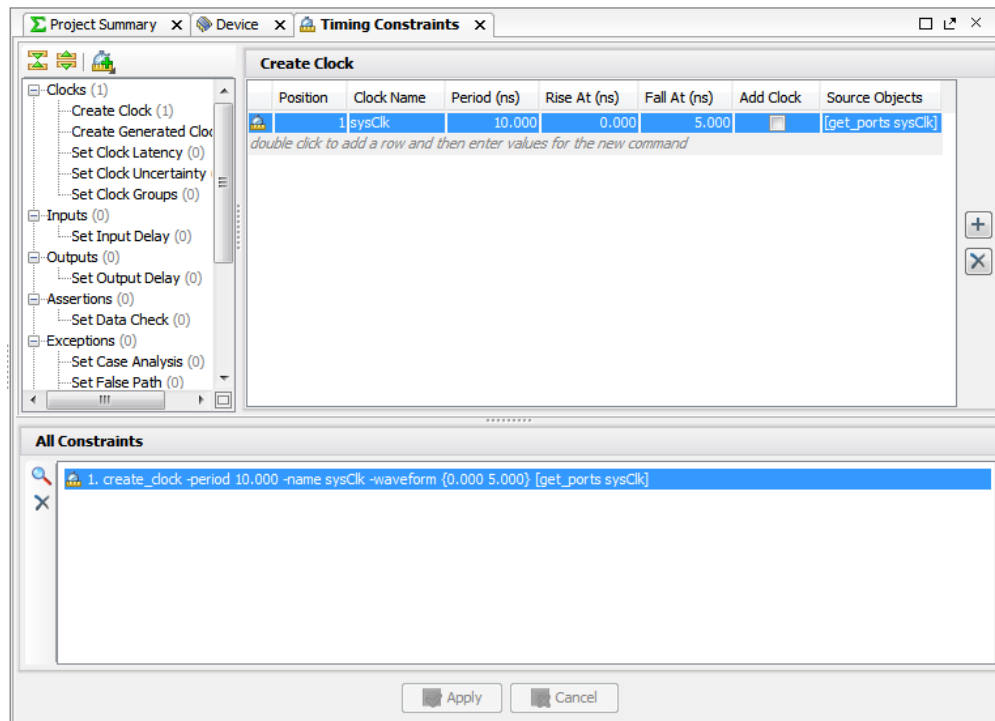

図 10 : 追加された sysClk 制約
- g. [OK] をクリックして Create Clock ウィザードを終了し、図 10 : 追加された sysClk 制約にあるように sysClk のクロック制約が作成されます。
手順 3 で説明した方法でほかのタイミング制約も作成できます。また、図 10：追加された sysClk 制約にあるように、[Timing Constraints] ビューの表に直接タイミング制約を入力することもできます。